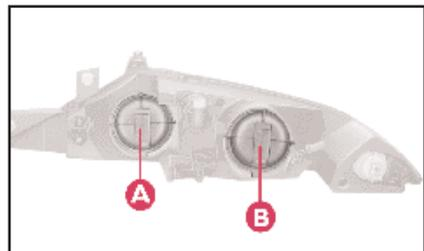

fig. 10
1) Enlever les couvercles **A** et **B** (fig. 10) en les tournant en partie dans les sens inverse des aiguilles d'une montre.
1) Enlever le couvercle **B** (fig. 10) en le tournant en partie dans le sens inverse des aiguilles d'une montre.